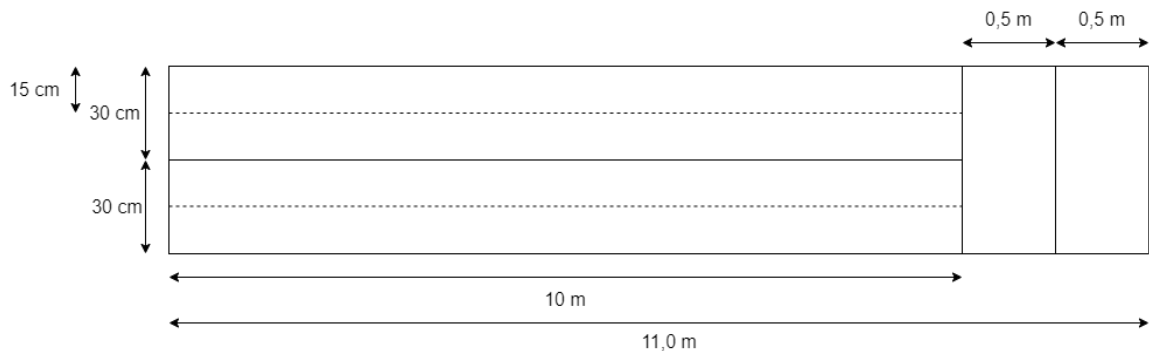

Figura 4: Dimensões aproximadas da pista de competição
1. A pista onde se desenrolará a competição (ver Figura 4) será construída num local com solo rígido e, tanto quanto possível, plano e isento de irregularidades.